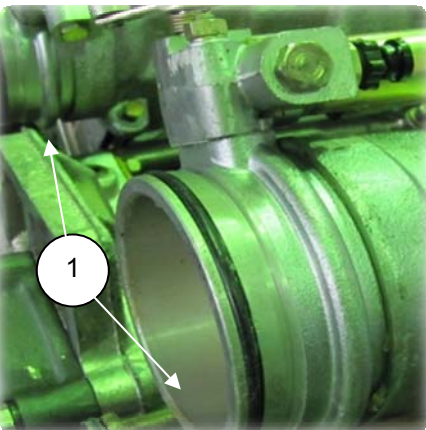

Рис. 6.68
6. Смазать консистентной смазкой ("Литол-24") резиновые кольца заслонки аварийного останова двигателя и заходные поверхности деталей, установить заслонки аварийного останова двигателя (1) (8401.1030232-10) в расточки фланцев охладителя, установить пластины (рис. 6.68);